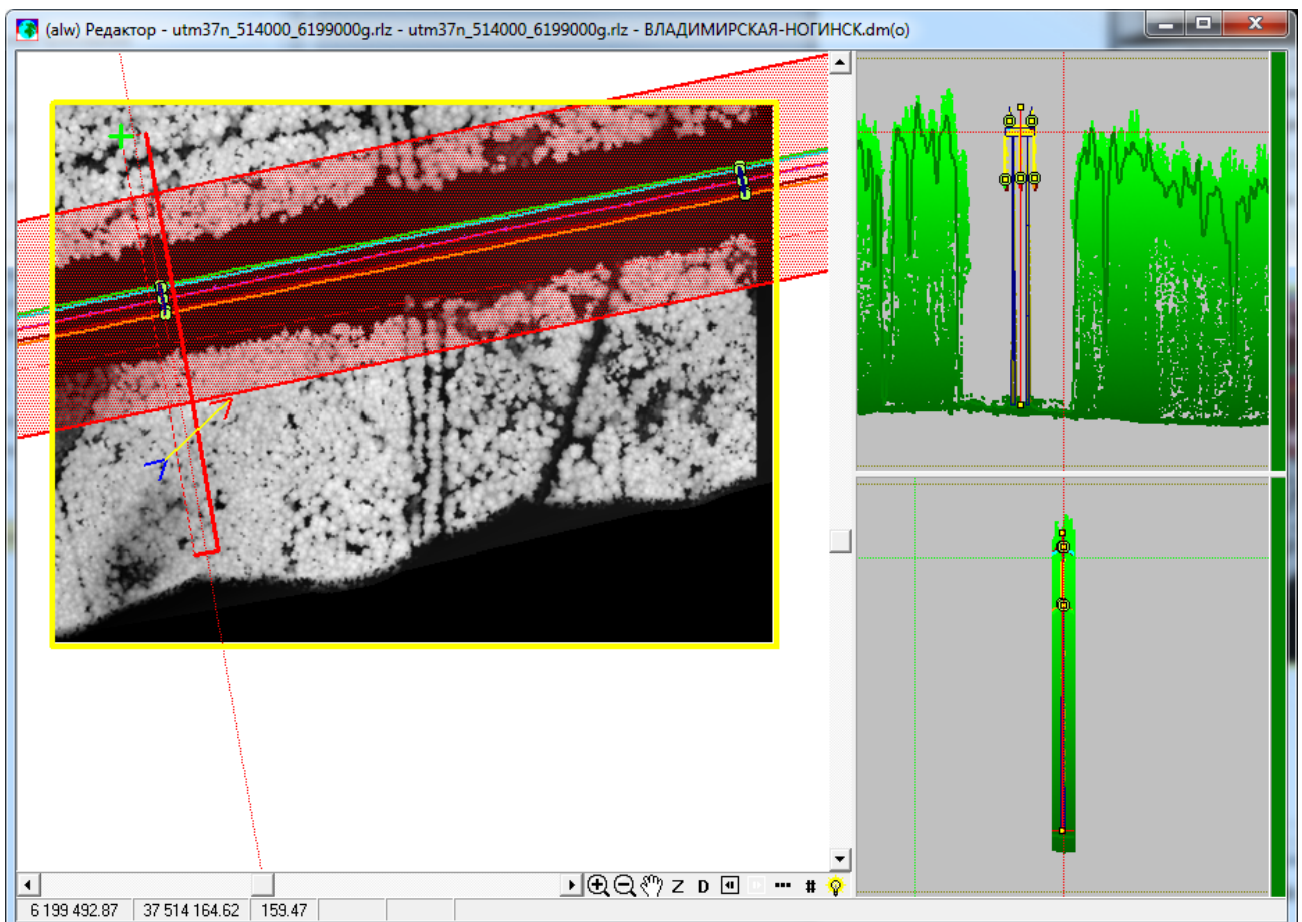

Рис. 42 Совмещенное с картой изображение матрицы микрорельефа растительности
- При нажатии клавиши «F12» сформированное растровое изображение совмещается с 2D-изображением карты. В профильном окне на фоне ТЛС отображается профиль микрорельефа (Рис. 42):